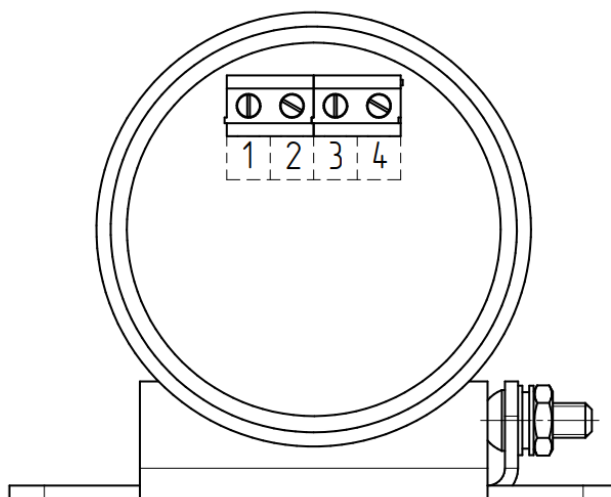

Рис.4 Схема подключения Ex ИО 102/1 МОНОБЛОК.
7.4 Подключить провода к клеммным зажимам платы в соответствии со схемой подключения Рис.4. Оголенные участки не должны выступать из клеммного зажима.